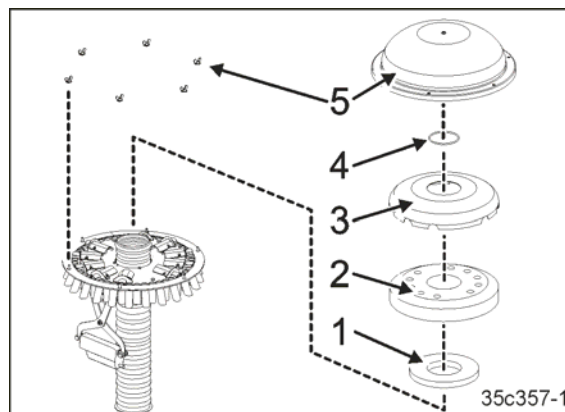

Fig. 214
15. Montați piesa atașată din material spongios (Fig. 214/1) și inelul de etanșare (Fig. 214/2).
16. Montați calota interioară a distribuitorului (Fig. 214/3).
17. Montați inelul (Fig. 214/4).
18. Montați calota exterioară a distribuitorului (Fig. 214/5).